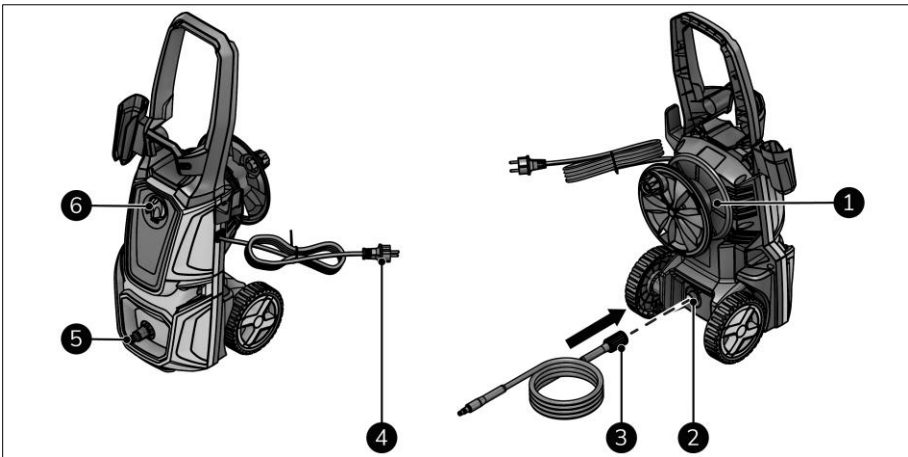

Abbildung 10
2. Stellen Sie sicher, dass sich der Schalter EIN(I)/AUS(0) in der Position AUS(0) befindet (Abbildung 10, Pos. 6).
3. Stecken Sie den Netzstecker (Abbildung 10, Pos. 4) in eine leicht zugängliche Steckdose.
4. Nur für den Erstgebrauch: Entfernen Sie die Schutzkappe vom Hochdruckwasserausgang (Abbildung 10, Pos. 2).
5. Rollen Sie den Hochdruckwasserschlauch von der Schlauchtrommel (Abbildung 10, Pos. 1) ab.
6. Schrauben Sie den Hochdruckschlauch (Abbildung 10, Pos. 3) an den Hochdruckwasserausgang.
7. Schließen Sie die Wasserversorgung an das Gerät an (Abbildung 10, Pos. 5).